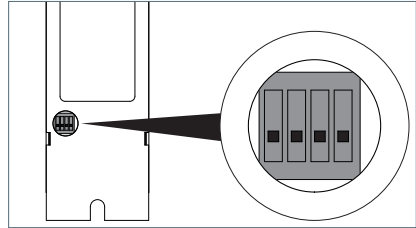

Fig. 28: DIP-Schalterstellung für Funktion Simple Single Control.
- ▶ Stellen Sie die DIP-Schalter Nr. 1, Nr. 2 und Nr. 3 auf Position „OFF“; siehe Fig. 28.